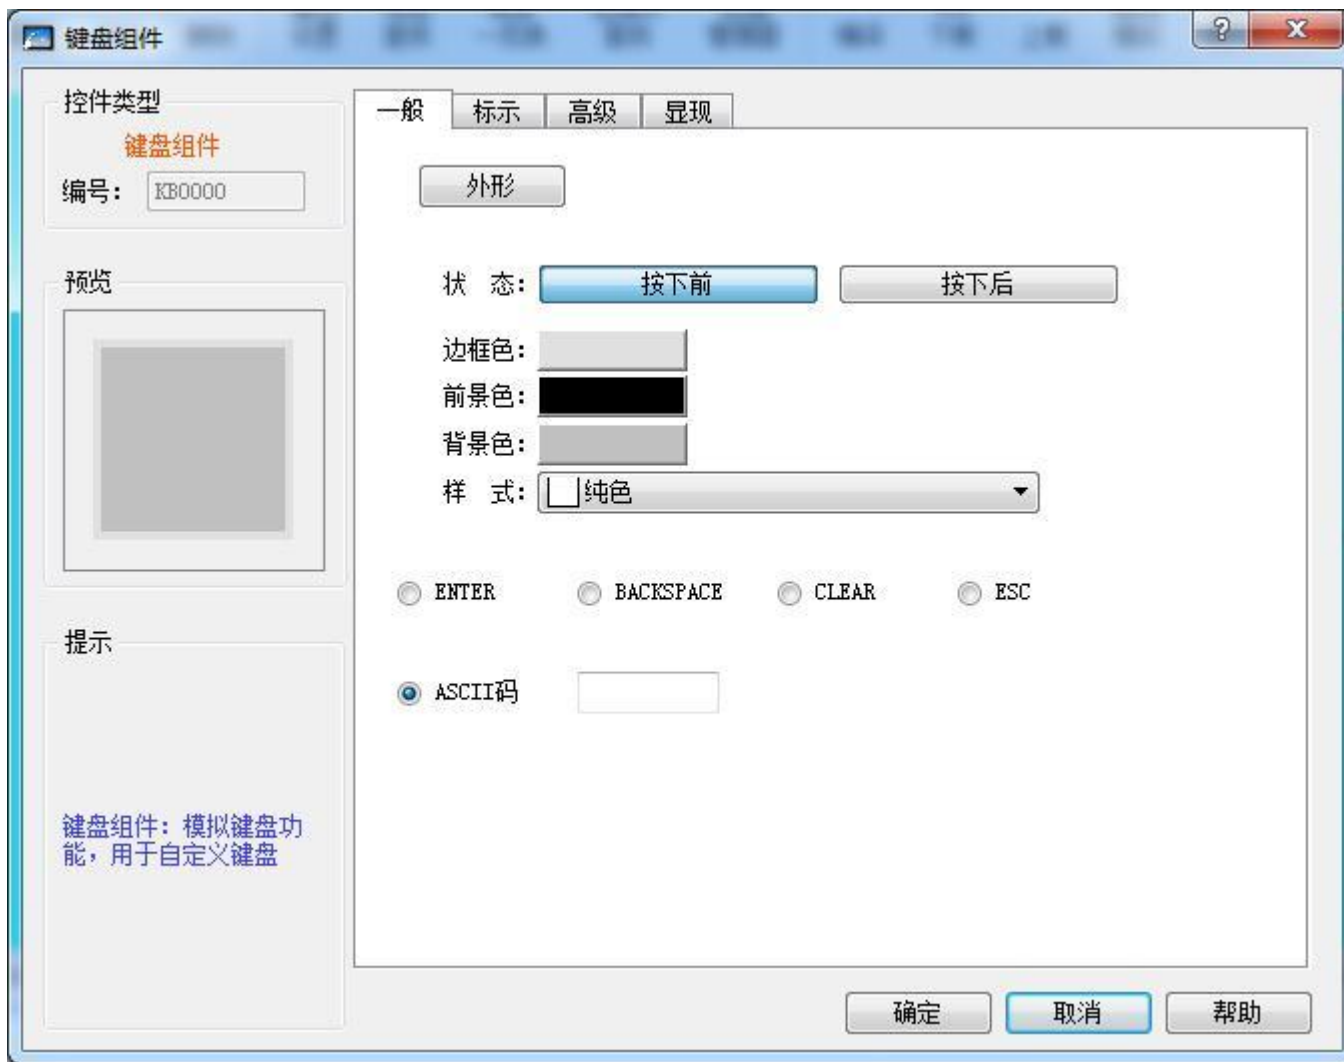

图 4-123 键盘组件一般页面对话框
1、键盘组件：该控件用于用户自定义键盘中，组成键盘的每个按钮。该控件在工具栏上的图标为：，点击该按钮，则弹出如图 4-123